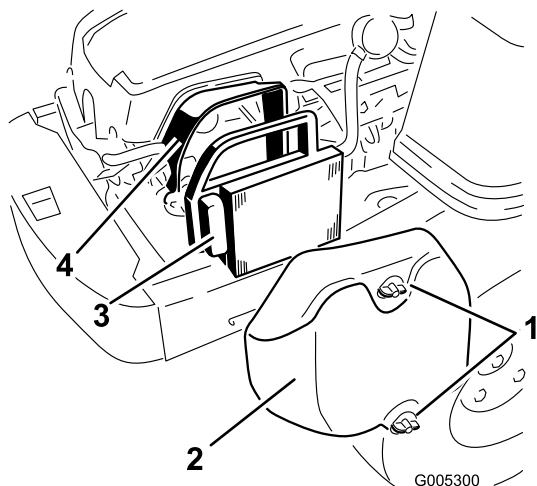

Bild 25
1. Entfernen Sie die Luftfilterabdeckung (Bild 25).
2. Nehmen Sie den Luftfiltereinsatz mit der integrierten Gummidichtung heraus (Bild 25).
5. Setzen Sie den Luftfiltereinsatz mit der gefalteten Seite nach außen ein, setzen Sie die Gummidichtung auf die Kanten der Luftfilterunterseite (Bild 25).
6. Setzen Sie die Luftfilterabdeckung ein und befestigen Sie sie mit den zwei Handrädern (Bild 25).